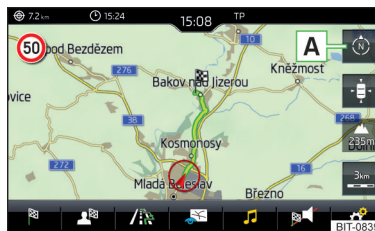

Fig. 223
- Para **cambiar la dirección del mapa**, pulsar en el menú principal *Navegación* la superficie funcional **3** » fig. 223.